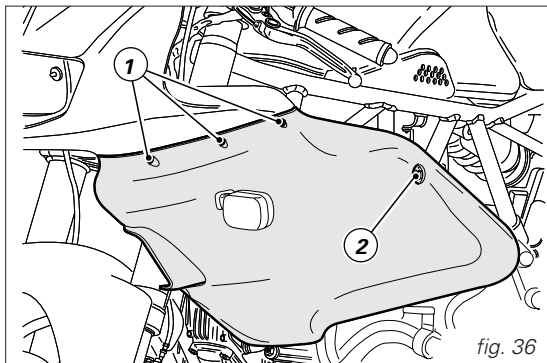

fig. 36
Desserrez les trois vis (1, fig. 36 et 37) fixant chaque demi-carénage à la bulle. Desserrez la vis (2) fixant chaque demi-carénage au support du cadre.